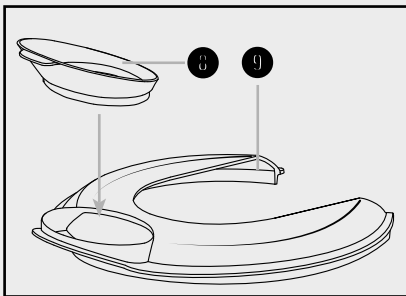

Fig. 2 : montage de la goulotte
- Si souhaité, vous pouvez monter la goulotte **8** sur le couvercle **9** (Fig. 2) :